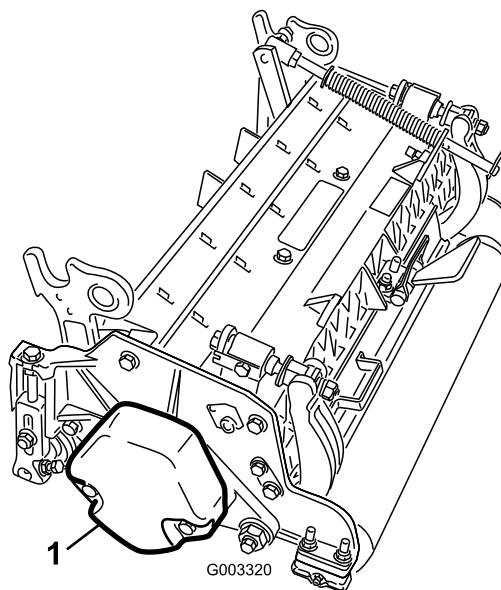

Рисунок 3
4. Убедитесь в том, что противовес (Рисунок 3) установлен в надлежащих концах каждого режущего блока, как описано в *Руководстве оператора* для режущих блоков.